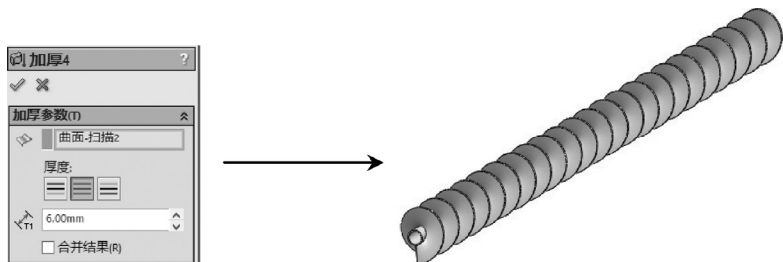

图 4-9 加厚处理
STEP 6 选择“插入”>“凸台/基体”>“加厚”菜单，选择 **STEP 5** 创建的曲面为“要加厚的面”，加厚方式设置为“加厚两侧”，厚度为 6mm，并取消“合并结果”复选框的勾选状态，单击“确定”按钮创建叶片实体，如图 4-9 所示。